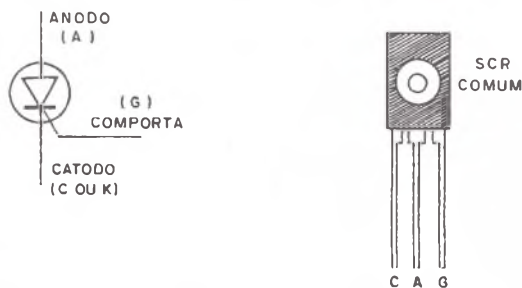

figura 602
Os SCR são representados pelo símbolo da figura 602 em que temos três elementos de ligação denominados anodo (A), catodo (C ou K) e gate ou comporta (G).